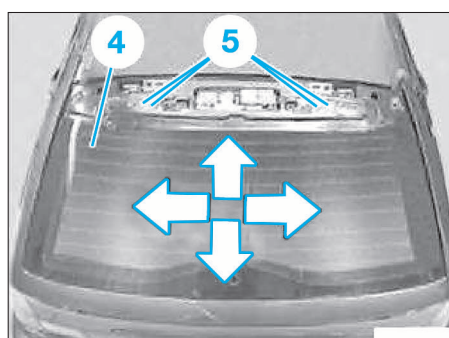

FIG. 116
- Loger la lunette arrière (4) et la fixer avec les écrous (5) (Fig.116).